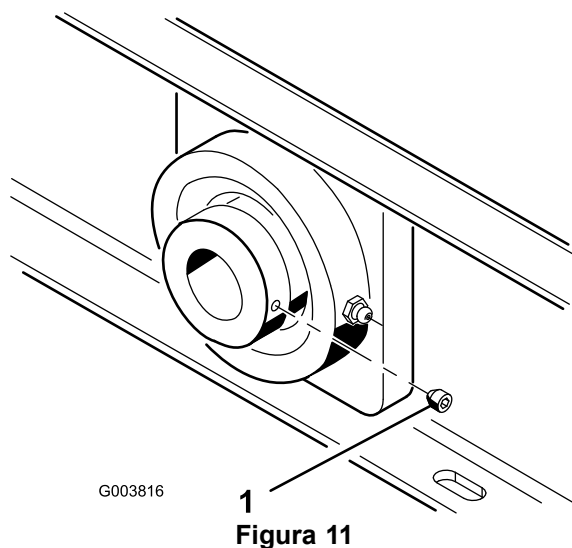

Figura 11
- Serrate le viti a pressione che supportano l'albero della ventola (Figura 11) a una coppia di 6,6-9,3 N-m.